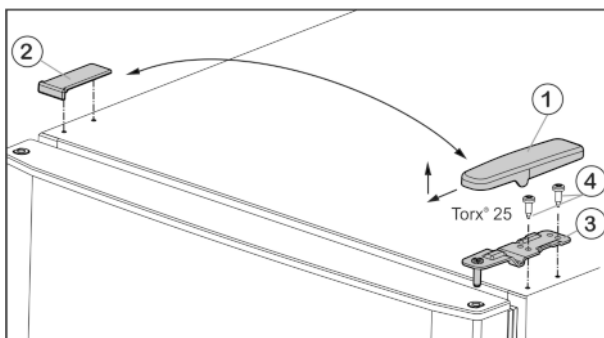
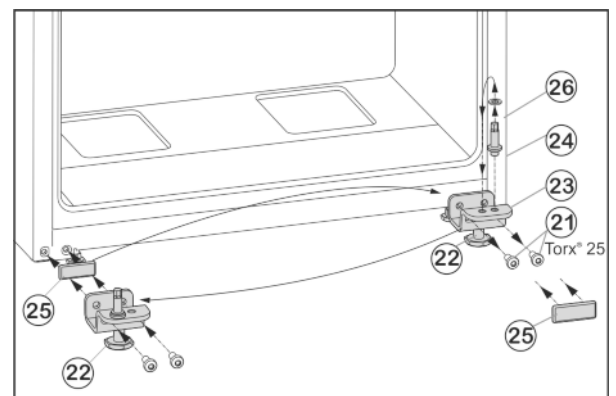

Fig. 5
Fig. 7
- ▶ Abdeckung Fig. 5 (1) nach vorne und oben abziehen.
- ▶ Abdeckung Fig. 5 (2) abheben.
- ▶ Oberen Lagerbock Fig. 5 (3) abschrauben (2 mal Torx® 25) Fig. 5 (4) und nach oben abziehen.
- ▶ Befestigungsschrauben Fig. 7 (21) abschrauben.
- ▶ Lagerbock unten Fig. 7 (23) komplett mit Lagerbolzen Fig. 7 (24), Scheibe Fig. 7 (26) und Stellfuß Fig. 7 (22), abnehmen.
- ▶ Lagerbolzen Fig. 7 (24) komplett mit Scheibe Fig. 7 (26) abschrauben, in das gegenüberliegende Aufnahmeloch des Lagerbocks umsetzen und wieder festschrauben.
- ▶ Abdeckplatte Fig. 7 (25) vorsichtig abnehmen und auf die Gegenseite umsetzen.
- ▶ Lagerbock unten *Fig. 7 (23)* komplett mit Lagerbolzen *Fig. 7 (24)*, Scheibe *Fig. 7 (26)* und Stellfuß *Fig. 7 (22)* auf der neuen Scharnierseite ggf. mit Hilfe eines Akkuschraubers **fest (mit 4 Nm)** wieder anschrauben.
- ▶ Untere Tür von oben auf Lagerbolzen *Fig. 7 (24)* aufsetzen.
- ▶ Lagerbock Mitte (13) um 180° gedreht in die untere Tür einsetzen und mit Befestigungsschrauben (11) (2 mal Torx® 25) auf die neue Scharnierseite **fest (mit 4 Nm)** anschrauben.
- ▶ Kunststoffscheibe (10) wieder aufsetzen.
- ▶ Obere Tür auf den Lagerbock Mitte (13) setzen.
- ▶ Oberen Lagerbock *Fig. 5 (3)* auf der neuen Scharnierseite in die Tür einsetzen.
- ▶ Oberen Lagerbock **fest (mit 4 Nm)** anschrauben (2 mal Torx® 25) *Fig. 5 (4)*. Eventuell einen Akkuschrauber verwenden.
- ▶ Abdeckung *Fig. 5 (1)* auf der Gegenseite von außen aufsetzen und einrasten.
- ▶ Abdeckung *Fig. 5 (2)* jeweils auf der Gegenseite von oben aufsetzen und einrasten.
- ▶ Stellfuß *Fig. 7 (22)* am Lagerbock unten *Fig. 7 (23)* herausdrehen, bis er auf dem Boden aufliegt.